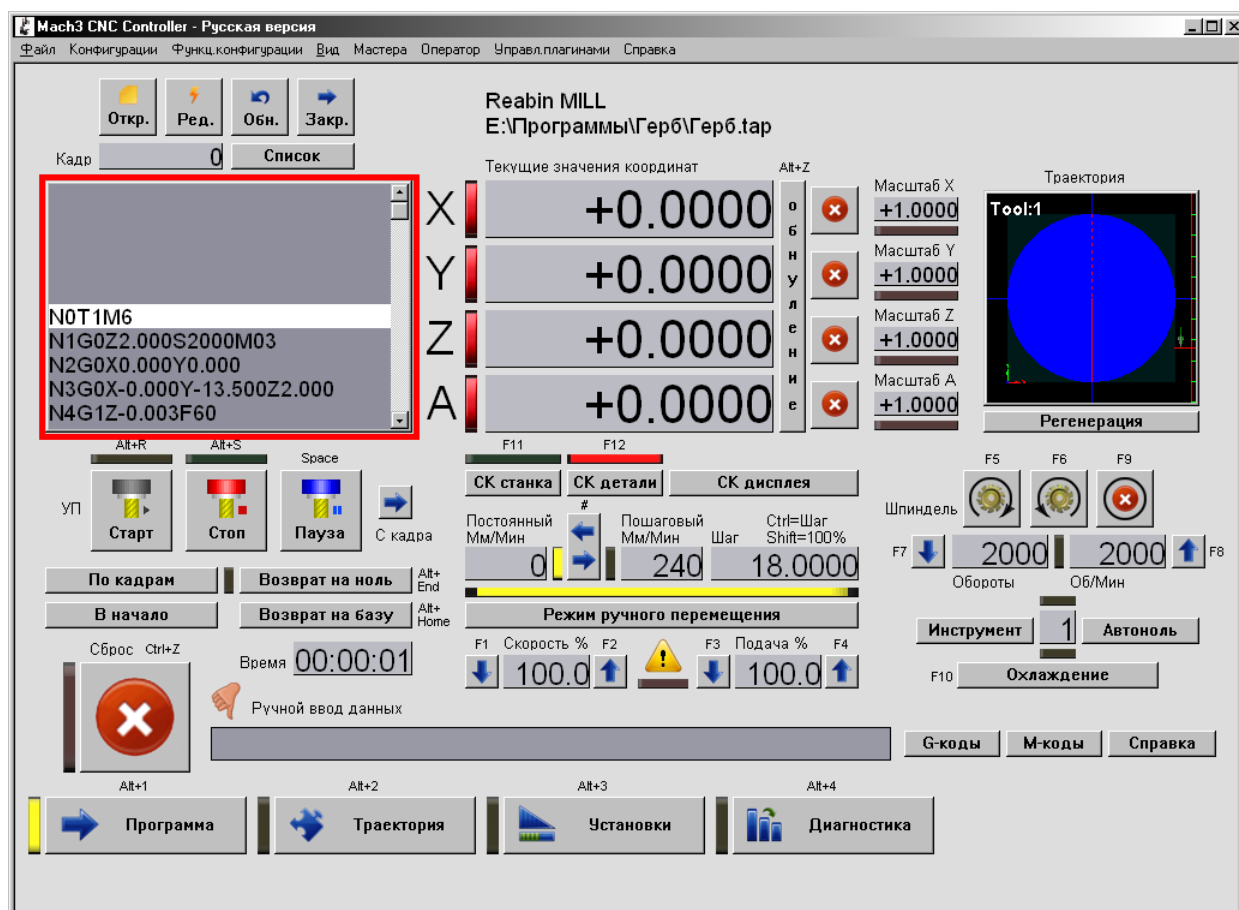

Рис. 6. Окно просмотра УП.
3.1.2 Ниже расположено окно УП (**Рис. 6**). В нём отображаются кадры УП по мере их выполнения.